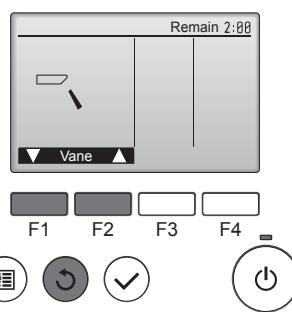

Fig. 7-4
- Prima o botão [OK] para apresentar o ecrã de funcionamento da palheta e depois prima os botões [F1] e [F2] para verificar a palheta automática. (Fig. 7-4)